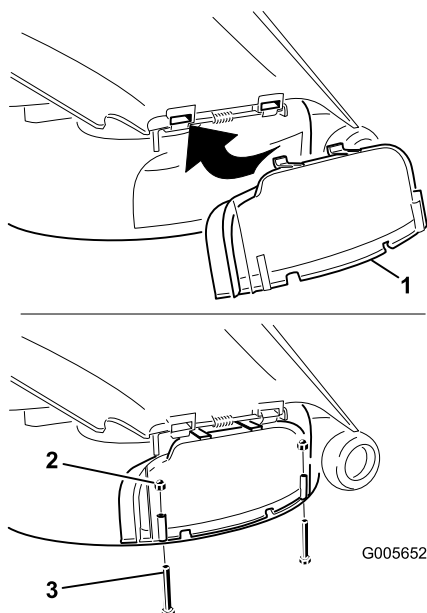

Figura 24
la varilla de retención del deflector de hierba. Gire hacia abajo la tapa de descarga sobre el orificio, hasta que descansa sobre el borde inferior del cortacésped (Figura 24).
- Sujete la tapa de descarga al borde inferior del cortacésped con dos pernos (1/4 x (2-1/2 pulgadas) y dos tuercas ciegas (1/4 pulgada) según se muestra en Figura 24.